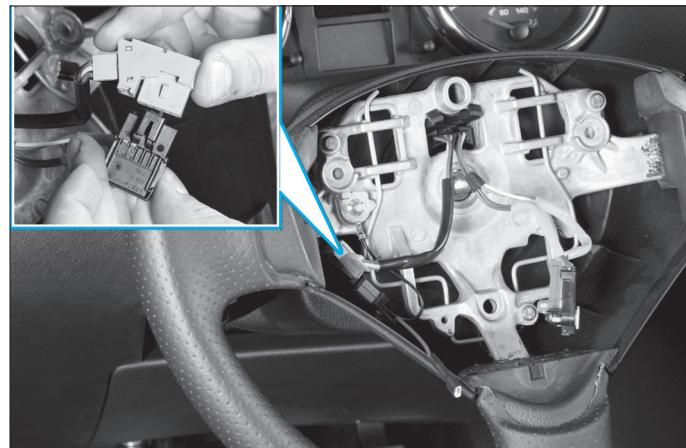

Fig. 17
- Dégrafer les connecteurs du volant et les débrancher (Fig.17).